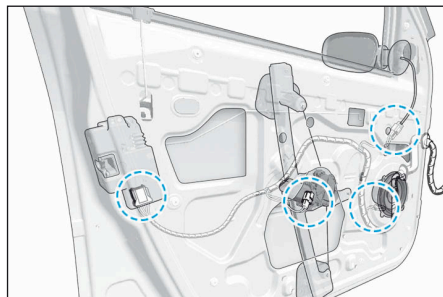

FIG.65
- Débrancher le faisceau électrique et l'extraire de la porte (Fig.65).